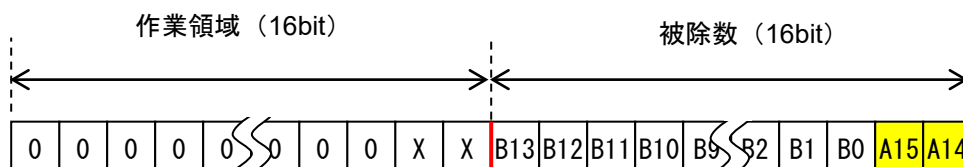

図 3.5 2回目の実行結果
- ④ 次の桁に②と③を行った結果の作業領域と被除数は図 3.5 に示すようになります。